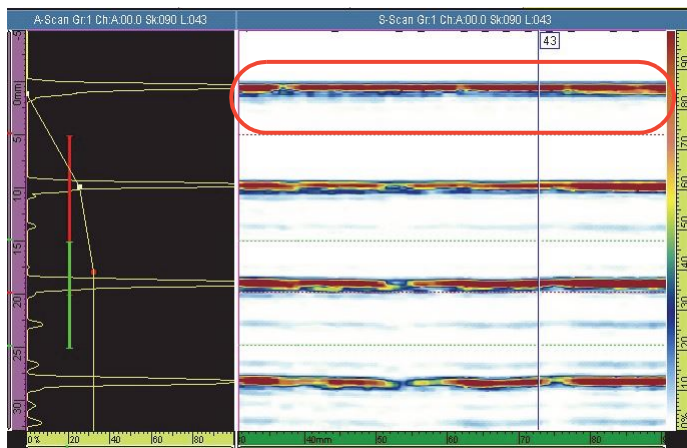

图 4-1 没有气泡指示信号的S扫描示例
5. 如果需要，提起扫查器，用手指擦去探头上的气泡，并重复这个动作，直到清除所有的气泡（参见第36页的图 4-1）。